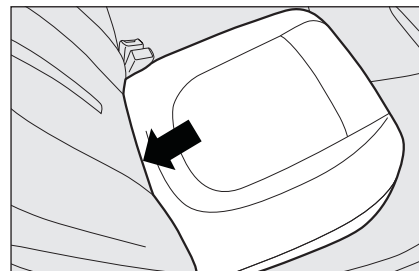

fig. 88
- ☐ renverser vers l'avant le coussin souhaité **fig. 88** en agissant dans le point indiqué par la flèche;